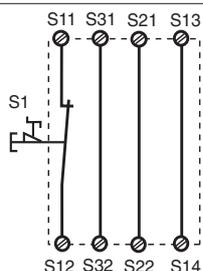
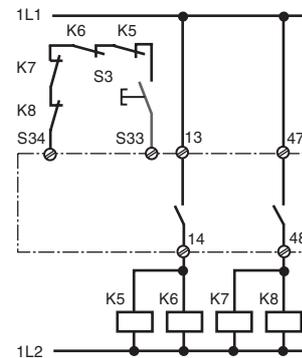

Fig. 2: Circuito de entrada monocal, automat. rearme/Circuito di entrata monocale, start automat./Eenkanalig ingangscircuit, automatische start
Fig. 10: como la Fig. 9 con rearme supervisado/come fig. 9 con start controllato/Zoals fig. 9 met bewaakte start
En las fig. 2... a fig. 10 se presentan ejemplos de conexionado posibles; paro de emergencia. Los cortocircuitos a través del paro de emergencia también son detectados.
- Fig. 2 y 7: S33-S34 **no** conectado
In fig. 2 ... fig. 10 sono riportati degli esempi di collegamento per il cablaggio di arresto d'emergenza con start automatico e manuale, per il comando delle porte di sicurezza, nonché per la moltiplicazione dei contatti mediante relè esterni.
- Fig. 2 e 7: **nessun** collegamento S33-S34
In fig. 2 ... 10 worden aansluitvoorbeelden gegeven van noodstop-schakelingen met automatische en bewaakte start, hekbewakingen en contactvermeerdering d.m.v. externe magneetschakelaars.
- Fig. 2 en 7: **geen** verbinding S33-S34